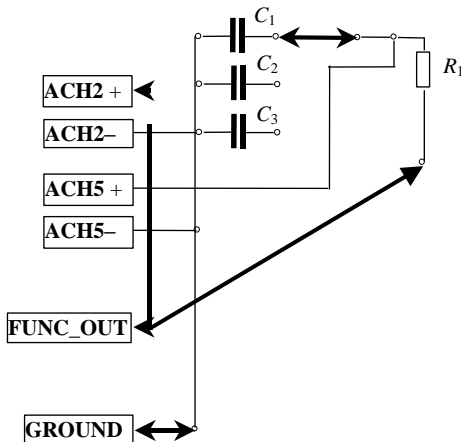

Рис. 5. Схема RC -цепи
5. Соберите схему RC -цепи согласно рис. 5.